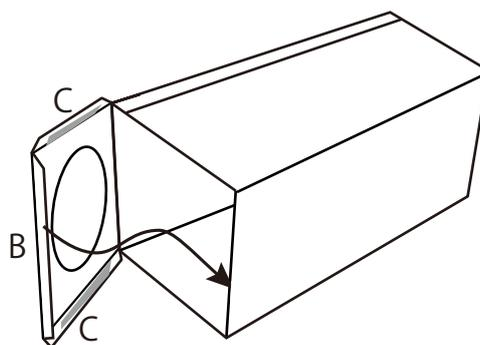

図4-2 のりしろBを筒の内側に貼り付ける
9) レンズ面の「のりしろ」Bを箱の内側に貼り付けます (図4-2)。